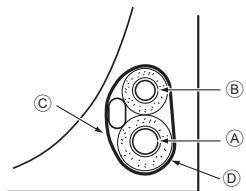

Fig. 4-4
⑧ Kältemittelleitung vor Ort
⑨ Geräteseitige Kältemittelleitung
4.3.1. Verstauen im Rohrleitungsraum der Anlage (Fig. 4-4)